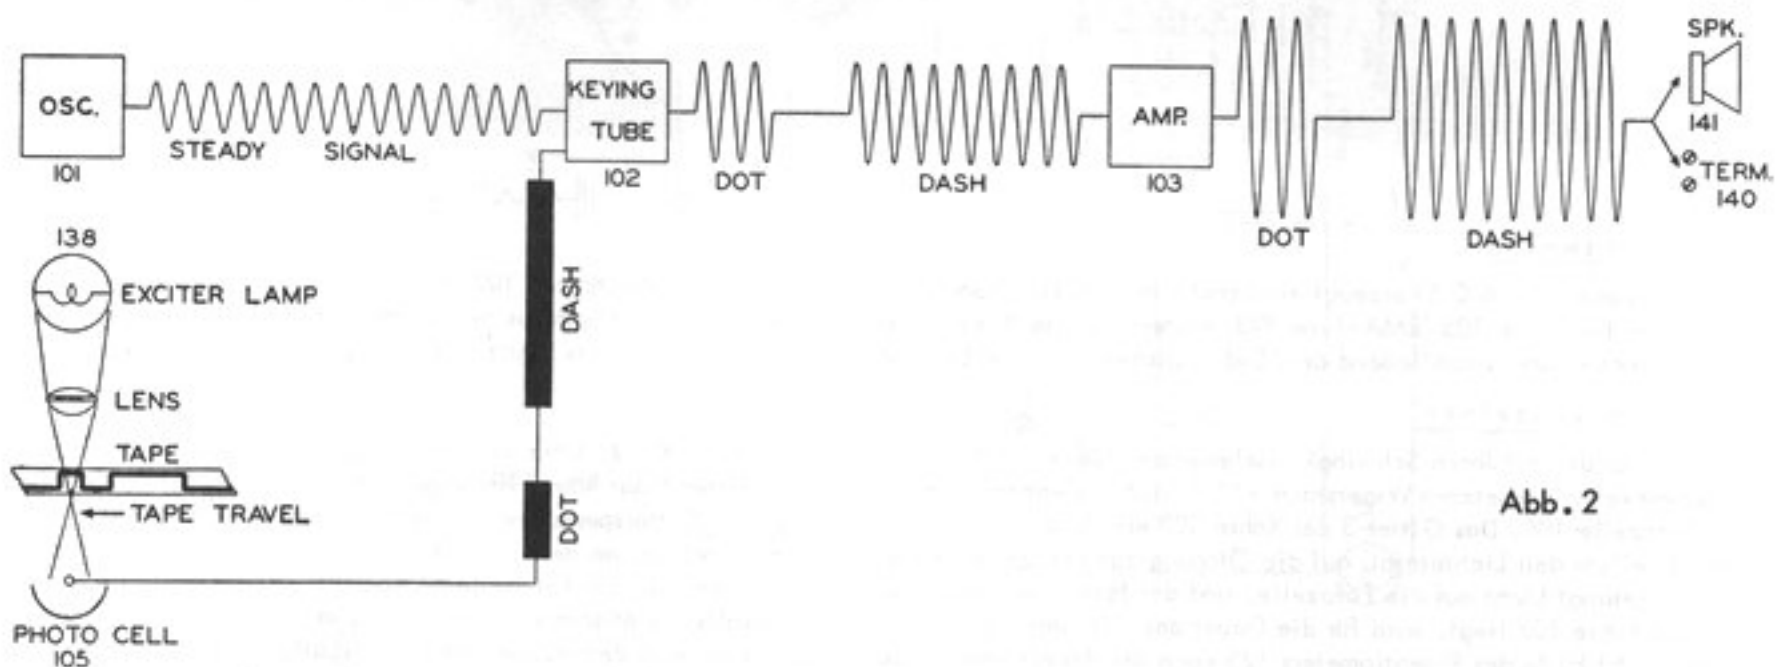
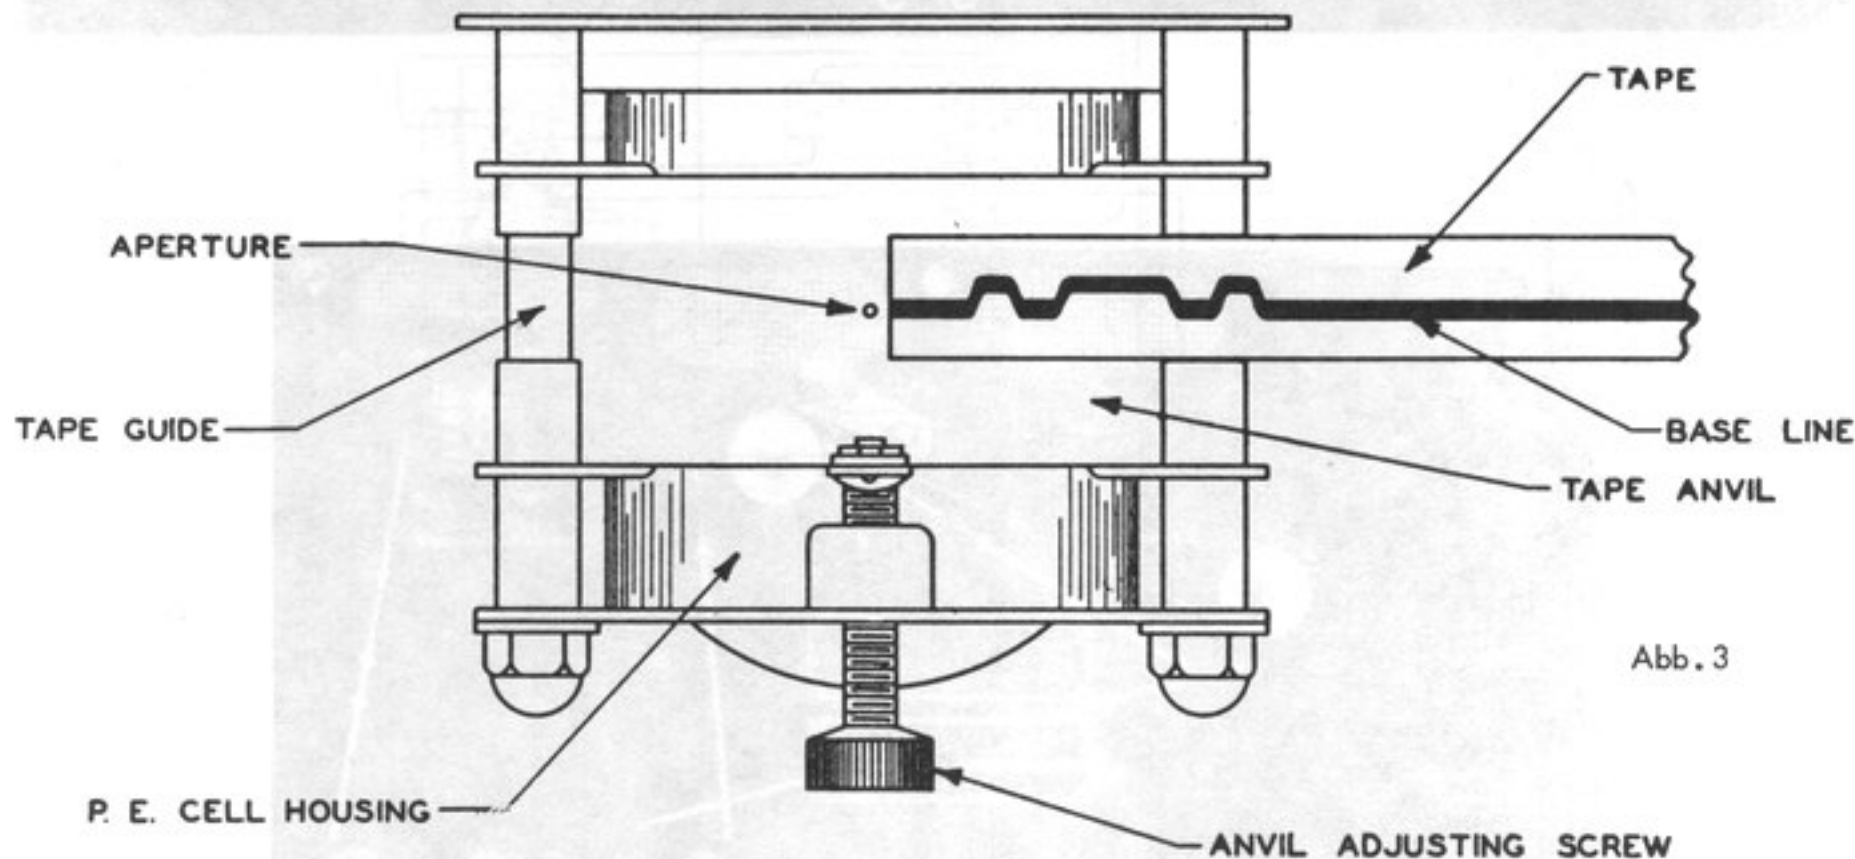

Abb. 2
Abb. 3
Der SCR 625 verwendet das Prinzip einer gestörten induktiven Brückenschaltung, Abb. 2+3 zeigen die Schaltbilder. Hierbei bilden die drei in der Suchspule enthaltenen Induktivitäten die Hauptbestandteile der Brücke. Die Spulen L2 und L4 liegen an einem Niederfrequenzgenerator, der eine sinusförmige 1kHz-Spannung erzeugt. Der Oszillator selbst (Abb. 3) ist als Gegentaktoszillator ausgeführt. Spule L3 ist mit einem abgestimmten 2-stufigen NF-Verstärker, der wiederum den Hörer und ein mA-Meter mit eingebautem Gleichrichter speist, verbunden. Die in der Suchspule enthaltenen Induktivitäten L2 und L4 sind in Serie geschaltet, so daß ihre gegensinnigen Felder sich gegenüber der Spule L3 aufheben. Die vollständige Symmetrie wird durch die Verwendung von abstimmbaren Kompensationsspulen (29, 30 u. 31) erreicht, die in der Bedienbox enthalten sind. Wenn die gegenseitige Induktivität zwischen den 2 Sendespulen L2 und L4 und der Empfangsspule L3 0 ist, so erscheint am Ausgang des Verstärkers keine Spannung. Sobald sich nun der symmetrierten Brücke ein Metallteil nähert, wird die Symmetrie gestört und in der Empfangsspule wird eine Spannung induziert. Die Spule selbst ist mit dem Eingang des Verstärkers verbunden und die nun verstärkte Spannung wird dem Hörer und dem Instrument zugeführt. Das Gleichgewicht der Induktivitäten wird durch die Einstellung von 2 Reglern bewirkt. Regler 31 bewirkt hierbei die Grobeinstellung, der andere die Feineinstellung, wenn die Grobeinstellung ungefähr vorgenommen wurde. Die Prüfschaltung besteht aus einer Windung (L1), die mit in der Suchspule untergebracht ist, einem Widerstand (I) und einem Testschalter (28). Wird der Testschalter durch Drücken geschlossen, so wird durch diesen Teilkurzschluß eine Unsymmetrie in der Brücke erreicht, die so berechnet ist, daß sich ein Ausschlag am Instrument von ca. "6" ergibt. Der zur Verstärkung der Endspule L3 induzierten Spannung eingesetzte NF-Verstärker unterscheidet sich kaum von anderen NF-Verstärkern, lediglich die Kopplung ist zur Erreichung eines höheren Störabstandes und einer höheren Verstärkung selektiv für 1000 Hz ausgeführt.
Das Morseübungsgerät TG 34 eignet sich gut zur Verwendung im Morseunterricht, nach Umbau kann es auch für verschiedene andere Zwecke eingesetzt werden. Das Gerät gehört eigentlich zu der Übungsanlage EE 95, es dient zur Wiedergabe von auf Papierstreifen gespeicherten Morsezeichen, außerdem kann es auch als Morseübungsgerät zum Betrieb mit einer Handtaste eingesetzt werden. Der TG 34 ist in einem handlichen Tragekoffer mit Stromversorgung, Netzteil und Spulen untergebracht, die im Handel erhältlichen Surplus-Geräte haben meistens keine Leerspulen. Nachdem die zum Anfertigen der Morseübungsbänder erforderliche Einrichtung kaum im Surplus-Handel erhältlich ist, müssen derartige Papierstreifen durch eine selbst hergestellte Einrichtung gezeichnet werden. Das eingebaute Stromversorgungsteil ermöglicht den Betrieb an 115 bzw. 230 V-Netzen, hierbei kann ein zufriedenstellender Betrieb zwischen 95 und 120 V bzw. 190 und 240 V erzielt werden. Der kräftige NF-Verstärker erzeugt eine Sprechleistung von 3,5 W, es können externe Lautsprecher mit 4, 8 oder 15 Ω angeschlossen werden. Das Schaltbild (Abb. 2) zeigt den Aufbau des Übungsgerätes.
Die Röhre 101 bildet mit ihren Schwingkreiselementen 128 und 106 einen Oszillator für 800 Hz. Über den Kondensator 107/2 und den zu Stabilisierungszwecken eingesetzten Widerstand 117/1 wird das entstandene Signal dem Gitter 1 der Röhre 102 zugeführt. Abb. 3 zeigt die Steueröffnung der Fotozelle 105. Das Gitter 3 der Röhre 102 erhält so lange eine hohe negative Gittersperrspannung, wie die schwarze Färbung des durchlaufenden Streifens den Lichteinfall auf die Öffnung der Fotozelle versperrt. An den Stellen, an denen die Schwarzfärbung des Streifens unterbrochen ist, gelangt Licht auf die Fotozelle, und der Fotozellenstrom beginnt zu fließen. Da die Fotozelle im Spannungsteilerzweig für die Vorspannung der Röhre 102 liegt, wird für die Dauer der Öffnung dieser Fotozelle ebenfalls die Mischröhre geöffnet, und das Signal kann diese Stufe passieren. Mit Hilfe des Potentiometers 125 kann der Arbeitsbereich der Fotozelle je nach Betriebsbedingungen richtig eingestellt werden. Das im Rhythmus der Streifenimpulse unterbrochene 800 Hz-Signal wird über Kondensator 110/1 und Lautstärkereglern 127 dem Steuergitter des Endverstärkers 103 zugeführt. Der Ausgangstransformator 131 übernimmt die Anpassung des Lautsprechers an den Anodenwiderstand der Endröhre 6 V 6. Mit Hilfe des Kondensators 110/2 wird der Ausgangstransformator annähernd für 800 Hz in Resonanz gebracht. Das eingebaute Stromversorgungsteil für 110 und 220 V ist herkömmlich aufgebaut und besteht aus einem Vollweggleichrichter mit der Röhre 104 (5 Y 3) sowie der Filterkette, bestehend aus Kondensator 113/1, 113/2 und der Drossel 129. Mit Hilfe des Tastenanschlusses 139 kann der TG 34 auch als 800 Hz-Morsegenerator betrieben werden.